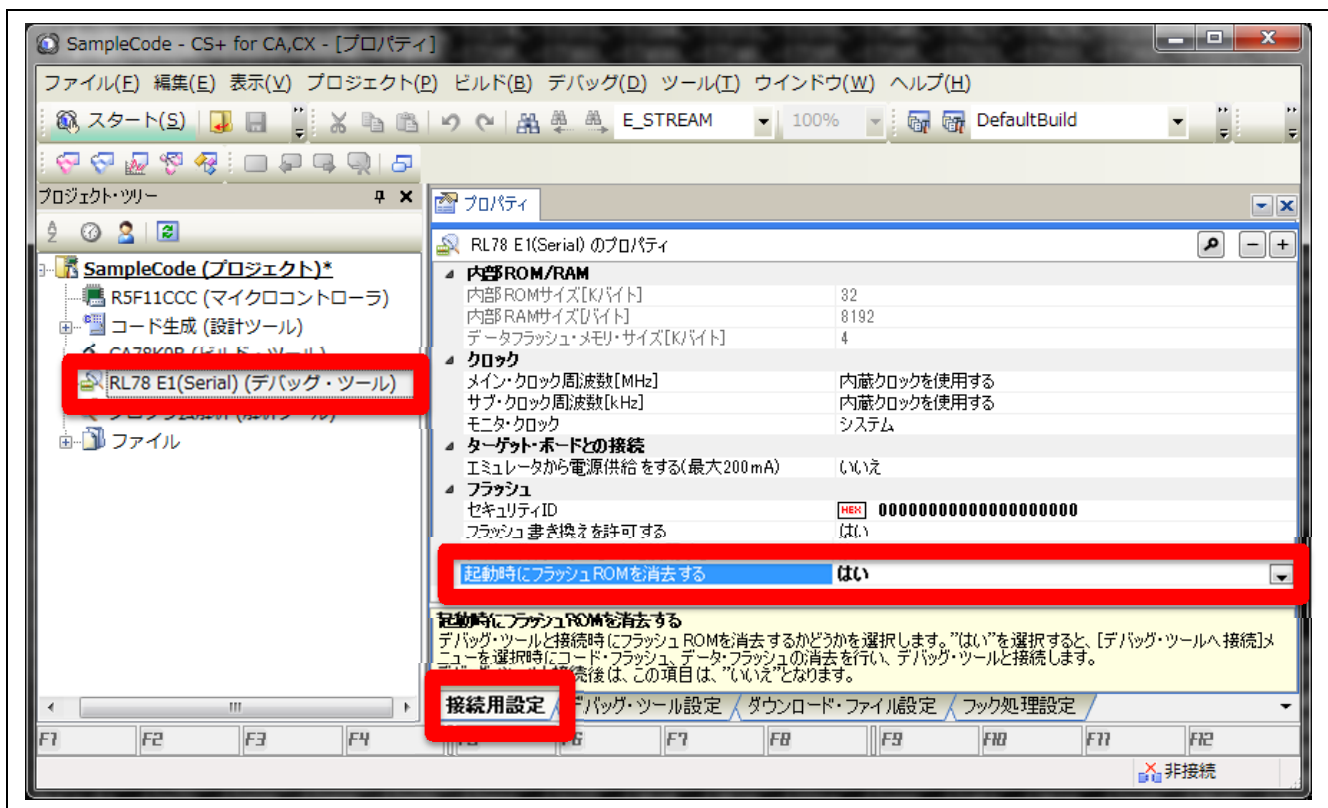

図 12.1 CS+デバッグ・ツール設定画面
- ① デバッグ・ツールと切断した状態にする
- ② CS+のプロジェクト・ツリーにある「RL78 E1(Serial) (デバッグ・ツール)」をダブルクリックする。
- ③ プロパティのタブ「接続用設定」を表示し、「フラッシュ」の「起動時にフラッシュ ROM を消去する」を「はい」にする。(図 12.1 CS+デバッグ・ツール設定画面 参照)
- ④ 画面上部「デバッグ」メニューより、「デバッグ・ツールヘダウンロードする」を選択する。